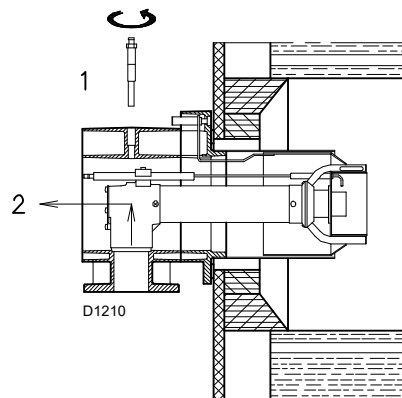

Fig. 12
- sacar el tornillo 1)(Fig. 12);
- extraer la parte interna 2)(Fig. 12) del cabezal y regularlo.
En este punto de la instalación el cabezal de combustión debe estar fijado a la caldera como se muestra en la Fig. 12. Es particularmente fácil su regulación, la cual depende únicamente de la potencia máxima del quemador.